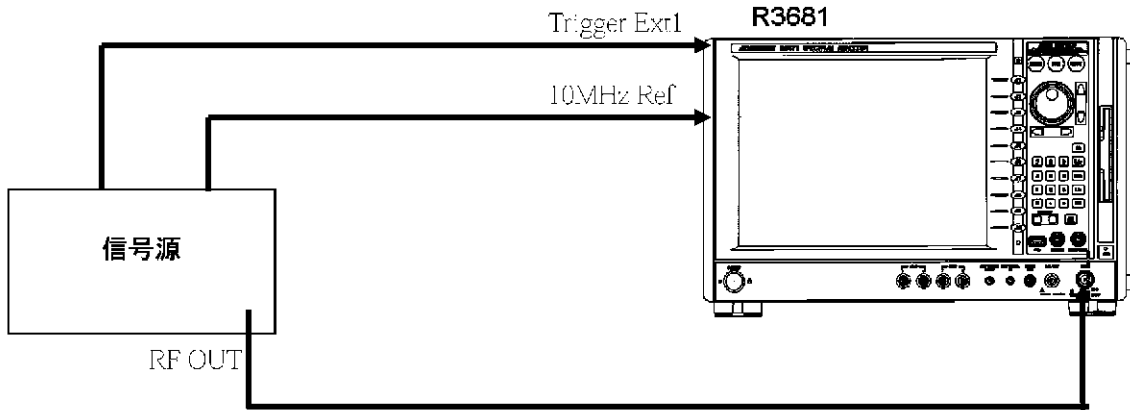

図 4-4 Reference データ取得時の接続図
1. 機器の接続を図 4-4 Reference データ取得時の接続図のように、DUT を接続しない状態で本体と信号源を接続します。